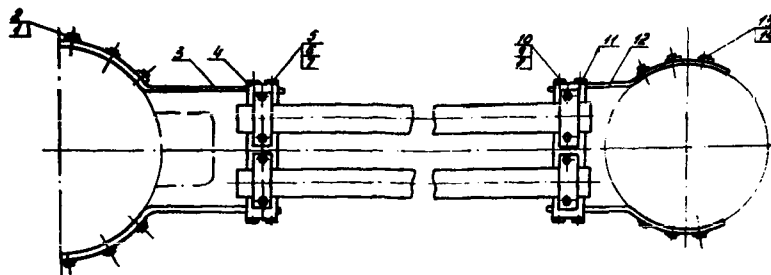

Рис. 6. Крепление трубчатых шин:
О4.7. Отвинтить гайки 9, снять комут II, вывинтить болты 13 и снять шины 12 с нижнего фланца (рис.6).
04.11. Прочистить отверстия и зачистить контактные поверхности фланца 38 (см. рис. 5), шины 12 и хомута II (см. рис. 6).
04.26. Промыть шины 12 (см. рис. 6) и хомут II и тщательно протереть. Смазать контактные поверхности шин и хомута тонким слоем смазки ГОИ-54п.
04.27. Установить шины 12 (см. рис. 6) на нижний фланец 38 (см. рис. 5), ввинтить болты 13 (см. рис. 6), подложив стопорные планки 14.